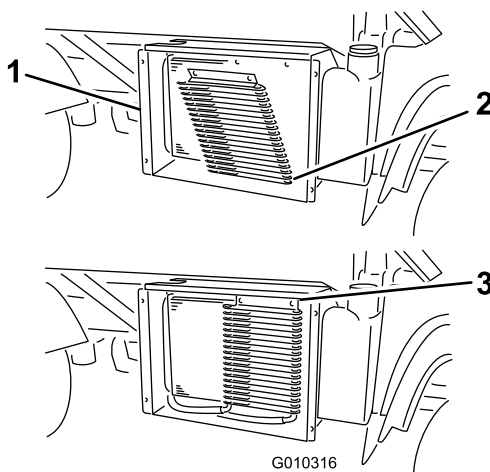

Bild 62
3. Drehen Sie die Riegel und den Ölkühler (falls vorhanden) vom Kühler weg (Bild 62).